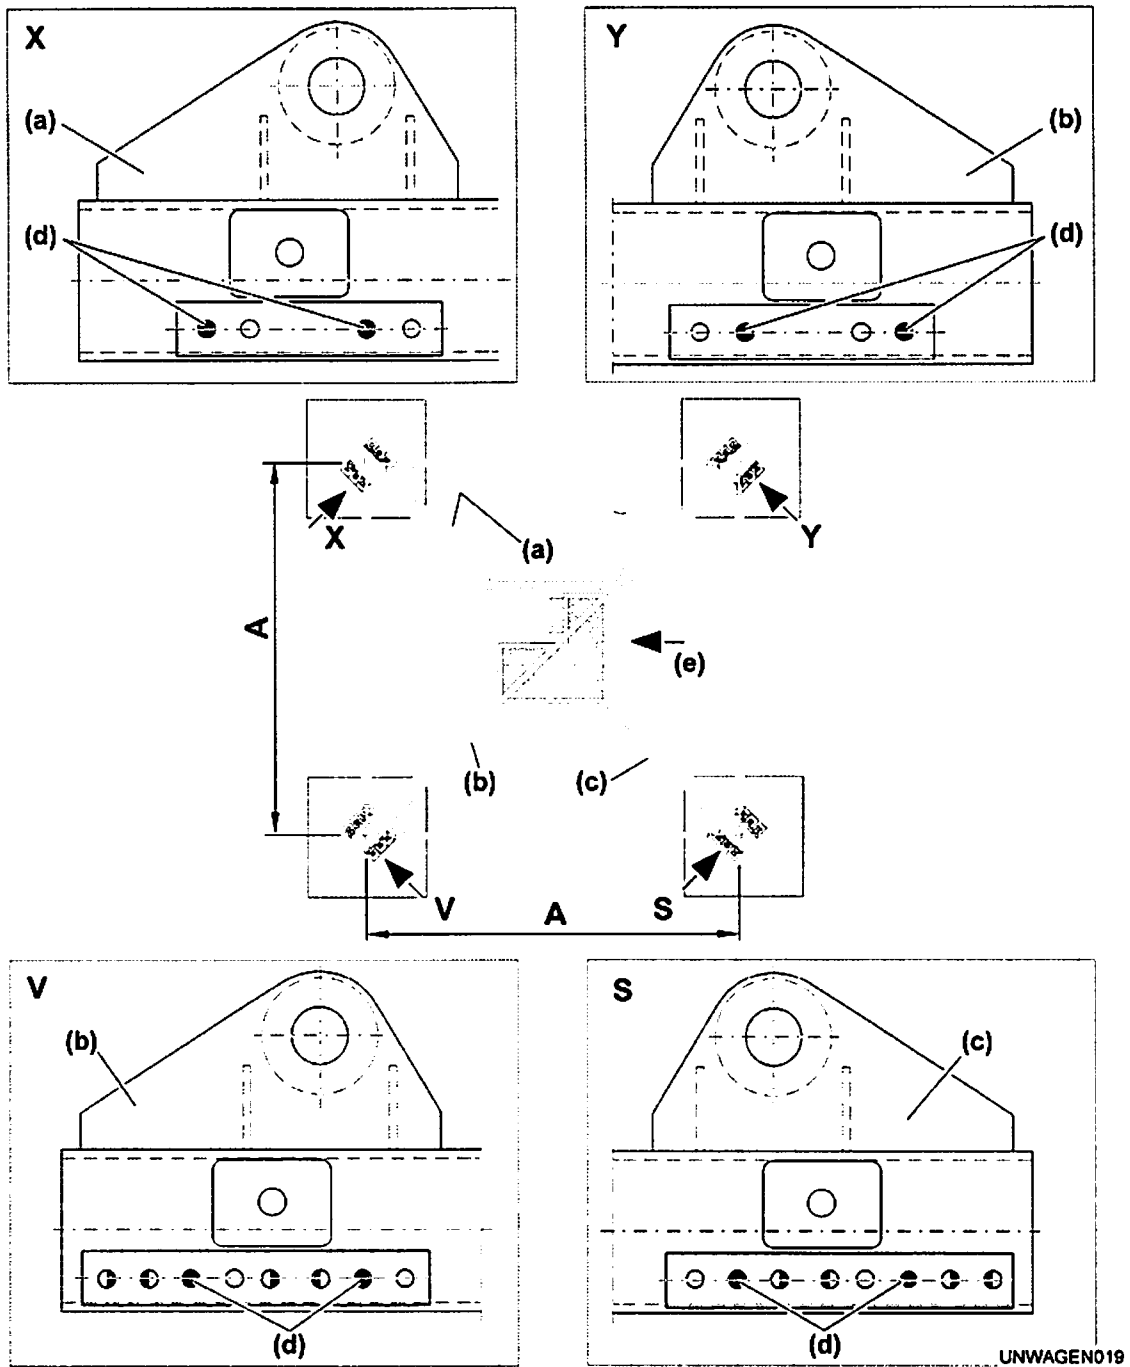

Fig. 85: Gewindebohrungen an den Tragholmen des Unterwagens 154 EC-HM oder 140 HC
- Gewindebohrungen am Unterwagen zum Verspannen der Ankerschuhe für den Einsatz des Unterwagens wählen. (siehe: Fig. 85, Seite 130)